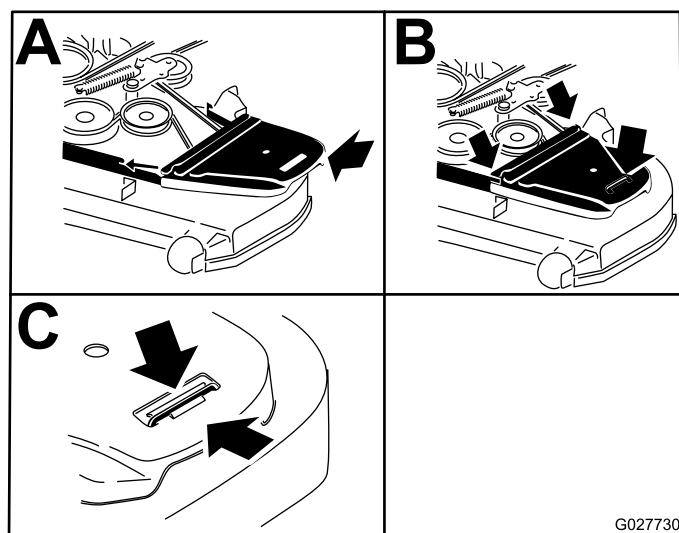

Figura 74
14. Instale las cubiertas de la correa (Figura 74).